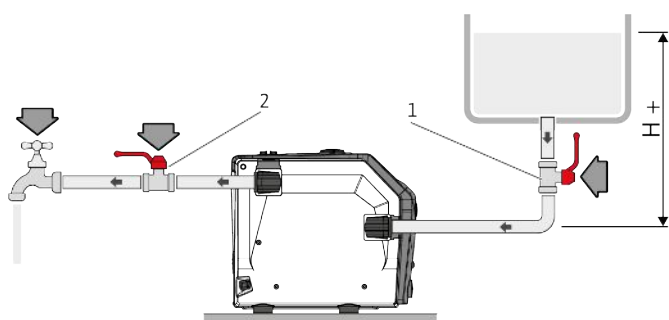

Fig. 9: Lastbedrijf
- Vul het product met water (ca. 1,5 l) tot het water uit de ventilatieopening komt (Fig. 9).